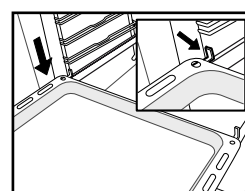

Fig. 5
5. Sett utstyret på glideskinnen (fig. 5, 6).